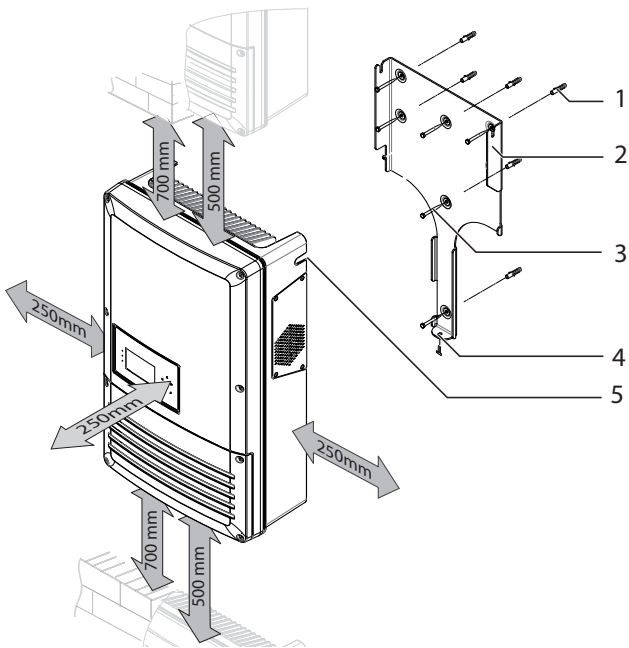
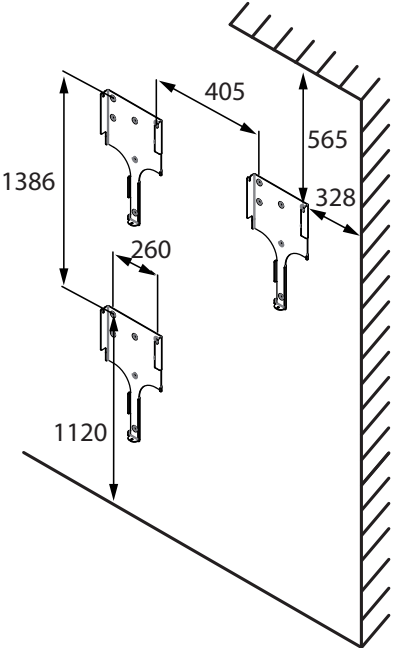

Figura 5: Distancias mínimas/Placa de montaje
Figura 6: Distancia de agujeros (en mm)
- Observe las distancias mínimas en el montaje: Figura 5 y Figura 6 en la página 31